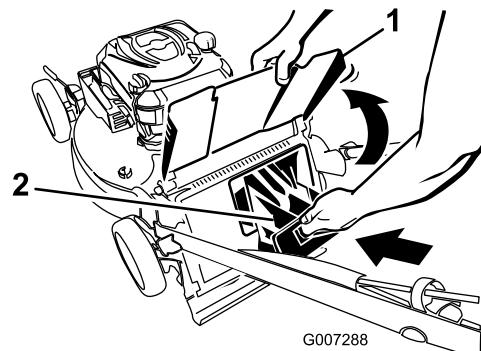

Bild 26
- Setzen Sie die Heckauswurfklappe ein (Bild 26).